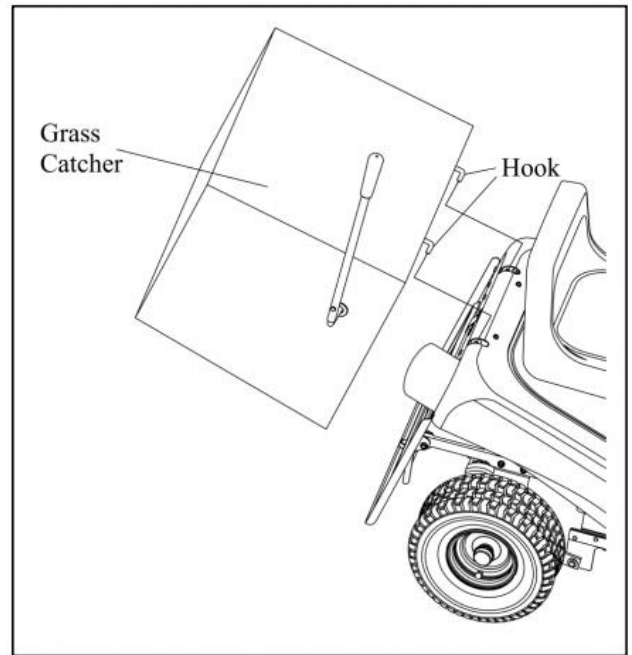

Figure 7
- 6) Accrochez le bac à herbe. Utilisez un marteau en caoutchouc pour vous assurer qu'il est bien accroché (figure 7).